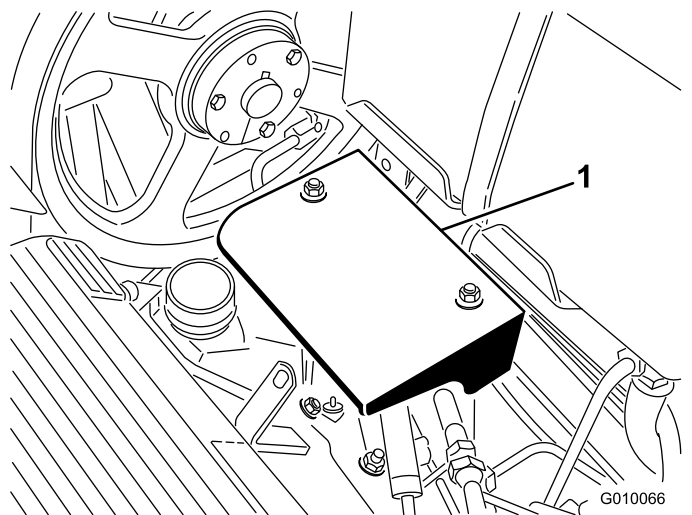

Рисунок 58
3. Открутите 2 гайки крепления кожуха насоса и снимите кожух (Рисунок 58).